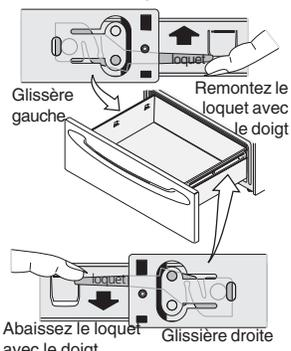

Fig. 1
2. Localisez les loquets des deux côtés du tiroir réchaud. (Voir Fig. 1)
3. Tirez vers le haut sur le loquet de la glissière gauche et poussez vers le bas sur le loquet de la glissière droite. (Voir Fig.1)